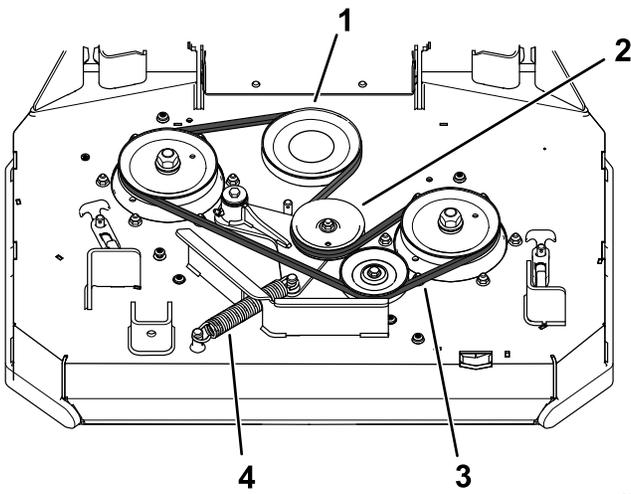

Bild 61
4. Entfernen Sie die Feder vom Ankerpfosten am Spannscheibenarm (Bild 61).
5. Nehmen Sie den verschlissenen Mähwerkriemen ab (Bild 61).
6. Verlegen Sie einen neuen Mähwerkriemen um die Kupplungsscheibe, die Riemenscheiben des Mähwerks und Spansscheibe (Bild 61).
7. Setzen Sie die Feder auf den Ankerpfosten am Spansscheibenarm ein (Bild 61).